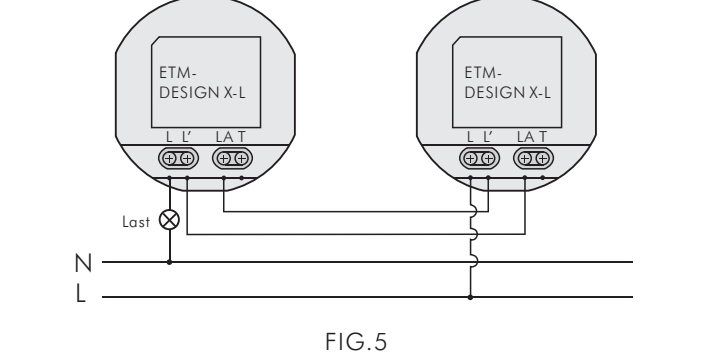

FIG. 5
2.3.1 Ersätta två trappbrytare i en trappkoppling (se FIG. 5)